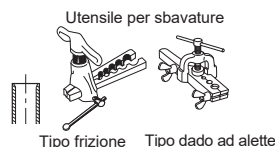

Fig. 4
- Quando si instrada la tubazione di scarico, accertarsi che il tubo di scarico (1) sia instradato come indicato. (Fig. 4)
- 5) Svasatura (Fig. 4, 5). Tenere saldamente il tubo in rame delle dimensioni indicate nella tabella. Selezionare i mm di A dalla tabella in base allo strumento utilizzato.